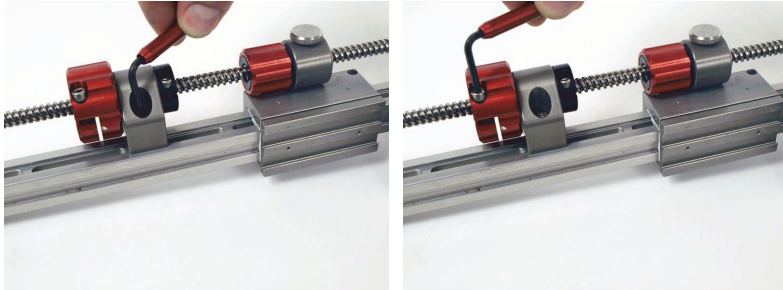

图 A-2 拧松大旋钮组装件上的螺钉
2. 拧松大旋钮组装件上的 2 个螺钉（参见第 66 页的图 A-2），然后将机械装置移动到轴臂的末端。